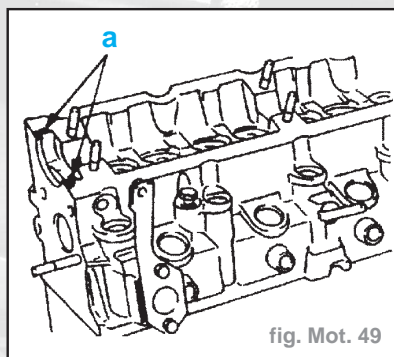

fig. Mot. 49
- Déposer une fine couche de produit d'étanchéité en (a) (fig. Mot. 49).